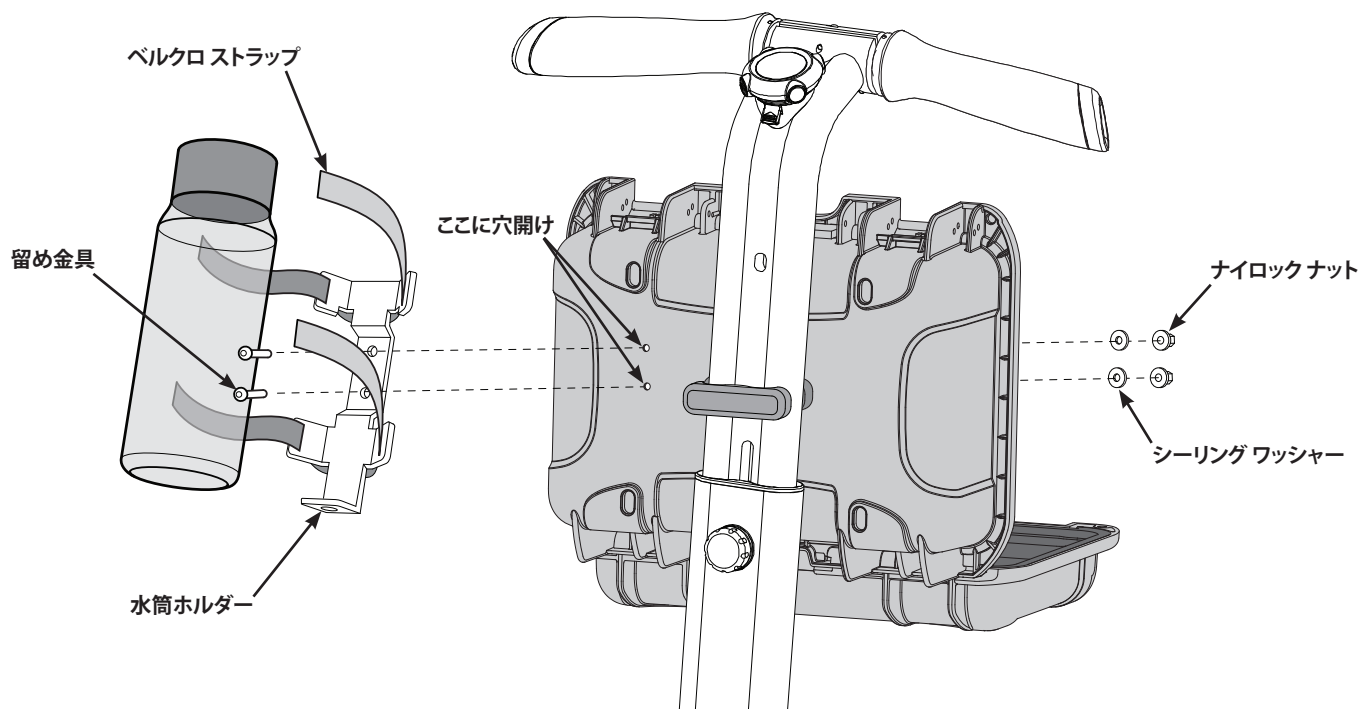

図 21. 汎用水筒ホルダー マウントの取り付け
- 図 21 のように、2 本の 16 mm 留め金具、2 個のシーリングワッシャー、2 個のナイロックナットを使って、水筒ホルダーをケースに取り付けます。留め金具を **6.0 N-m (4.4 ft-lbf)** のトルクで締め付けます。